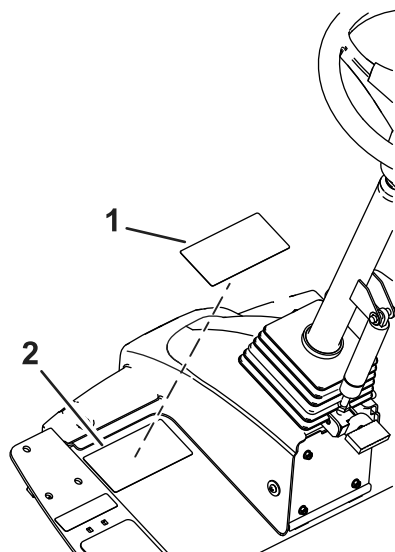

Figure 8
1. Avec de l'alcool à friction et un chiffon propre, nettoyez la surface de l'autocollant de sécurité et laissez sécher l'autocollant (Figure 8).